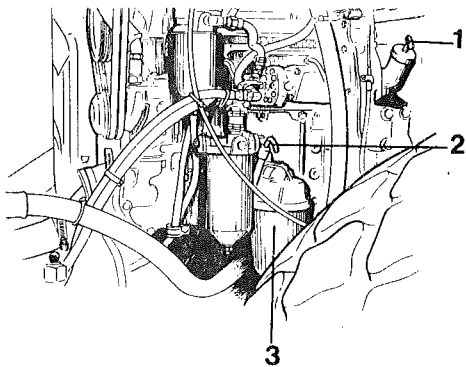

Fig. 42 Motor diesel
- 1 Limpiar los alrededores del tapón de vaciado (1) y poner debajo del mismo un recipiente con capacidad mínima de 12 litros.
- 2 Limpiar los alrededores del tapón de llenado (1), fig. 42, y sacarlo.
- 2 Controlar el nivel de aceite con la varilla (2), fig. 42. El nivel debe hallarse junto a la marca LLENO. No poner demasiado aceite, ya que podrían dañarse las juntas del cigüeñal.
- 3 Volver a poner la tapa de llenado (1), fig. 42. Apretar bien la tapa para que no aparezcan fugas.